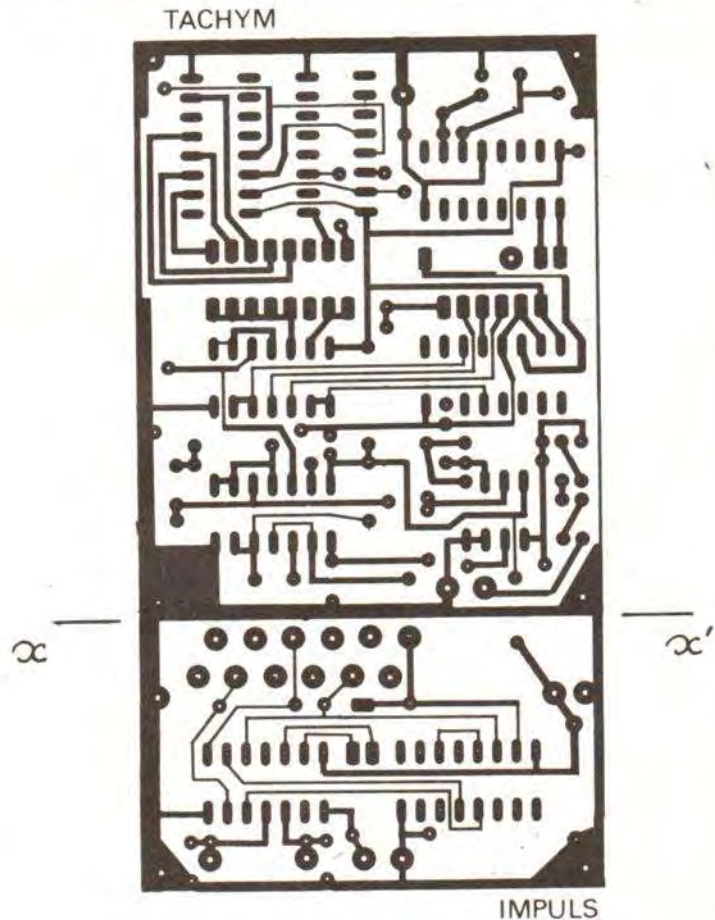

Fig. 7. – C.I. du tachymètre et impulsiomètre.
– **Circuit principal.** Voir figure 7. Simple face, époxy de 15/10. Il regroupe les composants du tachymètre et de l'impulsiomètre. Les deux fonctions sont choisies à l'aide d'un commutateur à touche, 4 circuits. Si l'impulsiomètre ne vous intéresse pas, il vous est parfaitement possible de supprimer la partie inférieure destinée à ce montage.